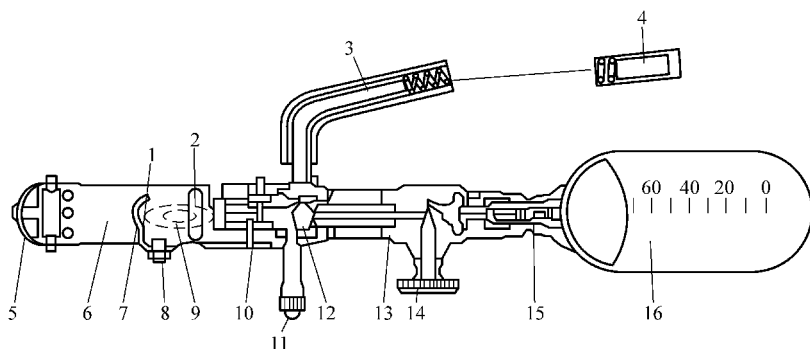

图 7-27 卤素灯检漏仪的结构
(1) 卤素灯检漏仪的结构 卤素灯检漏仪是一种传统的氟利昂制冷剂检漏设备，它实质上是一只以酒精为燃料的喷灯。它是靠鉴别火焰颜色的变化来判别泄漏量的大小的，结构如图 7-27 所示。
(2) 卤素灯检漏仪工作原理 卤素灯检漏是利用卤素灯喷射的火焰与氟利昂气体接触，